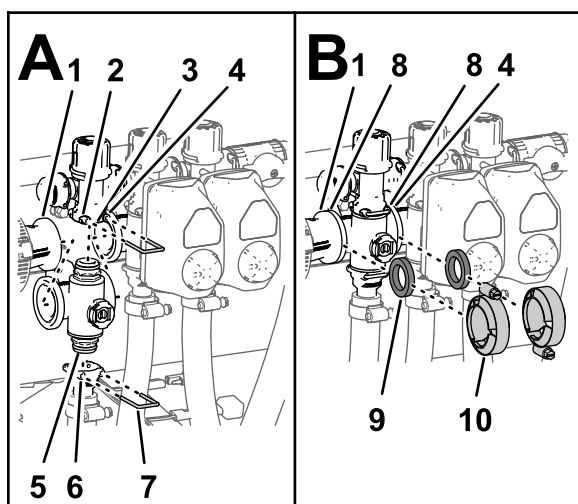

Bild 83
1. Setzen Sie das obere Endkappen-Anschlussstück des Verteilerventils in das Anschlussstück des Sicherheitsventils ein (Bild 83 A).
4. Stecken Sie einen Halter in die Buchse des Auslauf-Anschlussstücks, um das Endkappen-Anschlussstück am Auslaufanschlussstück zu befestigen (Bild 83 A).
5. Fluchten Sie eine Dichtung zwischen den Flanschen der Reduzierkupplung und dem Abschnittventilverteiler aus (Bild 83 B).
6. Montieren Sie die Reduzierkupplung, die Dichtung und den Abschnittventilverteiler mit einer Klemme und ziehen sie mit der Hand an (Bild 83 B).
7. Fluchten Sie für den Einbau der zwei ganz linken Abschnittventile eine Dichtung zwischen den Flanschen der zwei danebenliegenden Abschnittventilverteiler aus (Bild 83 B).
8. Montieren Sie die zwei benachbarten Abschnittventilverteiler und die Dichtung mit einer Klemme und ziehen sie mit der Hand an (Bild 83 B).
2. Stecken Sie einen Halter in die Buchse des Anschlussstückes des Sicherheitsventils, um das Endkappen-Anschlussstück am Anschlussstück des Sicherheitsventils zu befestigen (Bild 83 A).
3. Montieren Sie das Auslaufanschlussstück am unteren Endkappen-Anschlussstück des Verteilerventils (Bild 83 A).